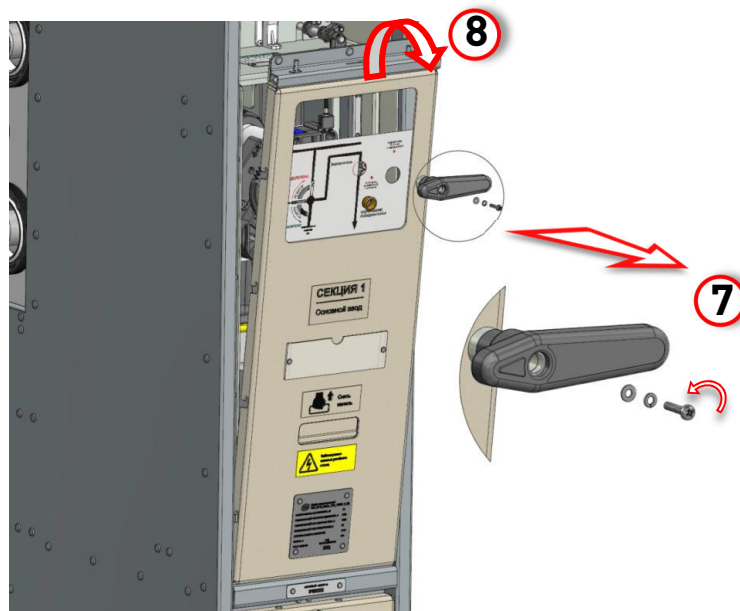

Рис.7.2. Снятие передней панели OMB
6. Снять рукоятку, выкрутив винт ее крепления к МВ, операция **7**, рис. **Рис.7.2**.
7. Приподнять панель ОМВ за ручку в виде углубления в ней и, придерживая ее одной рукой, повернуть и снять с креплений, операция **8**, рис. **Рис.7.2**.